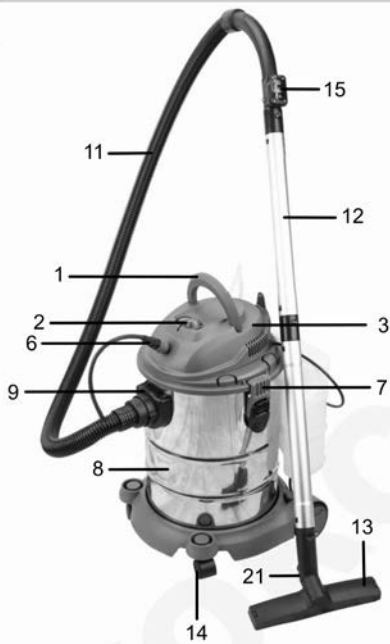

Рисунок 1
2.3.1 Пристрій обладнаний вакуумною турбіною, яка приводиться в дію електродвигуном. Увімкнення та вимкнення двигуна виробу здійснюється перемиканням основного перемикача (2, рисунок 1). Для зручності роботи з режимами сухого та вологого прибирання пристрій має перемикачі на держаку всмоктувального шланга (11).
3.2.1 Поставте пилосос дном догори. Поедняйте колесо (20, рисунок 1) з валом платформи і натисніть на нього (дивіться рисунок 2). Спробуйте витягнути після цього, щоб переконатися, що воно надійно закріплене. Зробіть те ж саме, щоб змонтувати друге колесо. Вставте штир ексцентрика ролика (14) у відповідний отвір платформи, натисніть на ролик, щоб штир встановився у штатне місце (рисунок 3). Виконайте ті ж дії для встановлення другого ролика.
3.2.2 Помістіть пилозбірний мішок (18, рисунок 1) у бак і закріпіть його на вхідному штуцері з'єднувача всмоктувального шланга (9, рисунок 1), як показано на рисунку 4.
Переведіть основний перемикач «Увімк/Вимк» (2, рисунок 1) у положення «I», щоб увімкнути пилосос у режим очікування. Переведіть основний перемикач «Увімк/Вимк» у положення «0», щоб його вимкнути.
4.1.2 Кнопки управління функціями (15, рисунок 1)
- **Кнопка «S»** (дивіться рисунок 10): вмикає та вимикає помпу для розбрикування води під час роботи з режимом миття килимових покриттів або вологого прибирання відповідною насадкою (13 або 27, рисунок 1). Натисніть кнопку «S», щоб розпочати розпилення води, і натисніть ще раз, щоб зупинити його.
Використовуйте мішок для пилу (18, рисунок 1) для сухого прибирання. Завжди стежте, щоб фільтри були надійно закріплені. Коли мішок для пилу наповниться, зніміть його та замініть на новий.
Під'єднайте всмоктувальний шланг до видувного патрубку (10, рисунок 1). За потреби під'єднайте щілинну насадку через гумовий з'єднувач (25). Перемикніть основний вимикач у положення «I» і натисніть кнопку «V» на тримачі гнучкого шланга, щоб запустити турбіну пилососу. Щоб здути бруд, направте на нього потік повітря з щілинної щітки.
Після вологого прибирання бак необхідно випорожнити. Відстібніть запірні гачки-фіксатори (7, рисунок 1), і зніміть головку пристрою. Візьміть бак і злийте рідину у місце для зливу забруднених рідин. Після цього встановіть головку пристрою на бак і зафіксуйте її запірними гачками-фіксаторами.